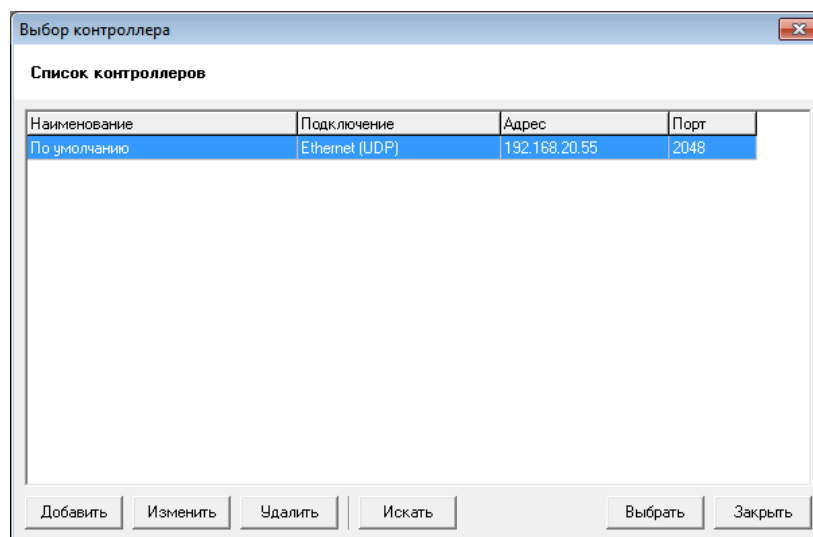

Рисунок 38 – Диалог "Выбор контроллера"
- 5) Выберите пункт меню "Контроллер/Получить конфигурацию из контроллера". Откроется окно "Выбор контроллера" (см. Рисунок 38) с параметрами контроллера по умолчанию.